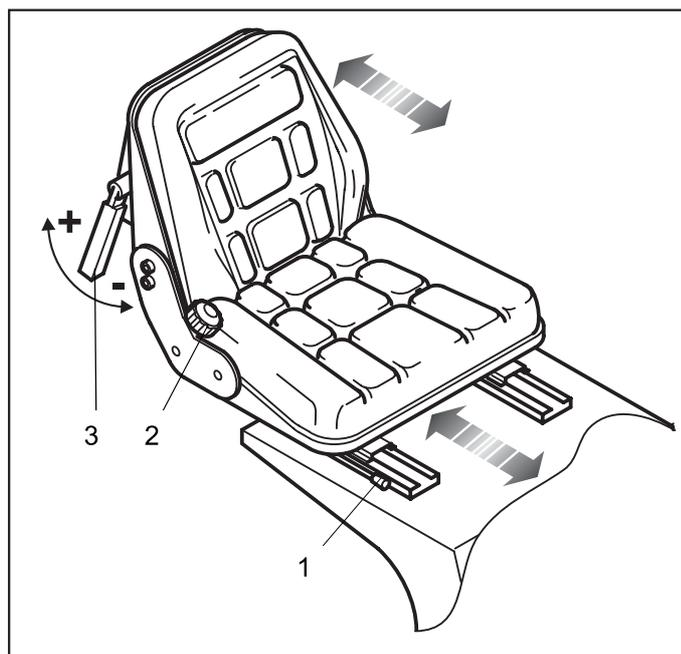

FIG.26 (Réglage du siège de guide)
- 1- Déplacer latéralement le levier (**FIG.26-Réf1**) pour régler la distance des commandes;
- 2- tourner la poignée (**FIG.26-Réf2**) pour régler le dossier en avant ou arrière;
- 3- Lever et tourner le levier (**FIG.26-Réf3**) pour régler la dureté des ressorts du siège de guide.